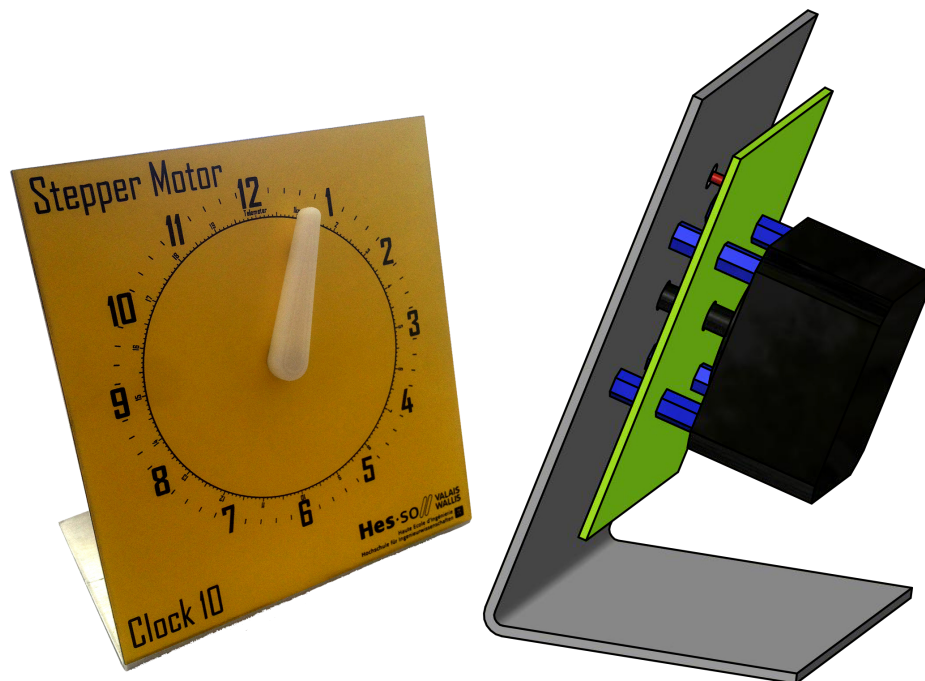

Abbildung 7: Chrono Schlittenaufbau
- Eine Chrono-Baugruppe mit einer "Printed Circuit Board (PCB) Platine, die den Motor steuert und den Sensor ausliest, siehe Abbildung 7.